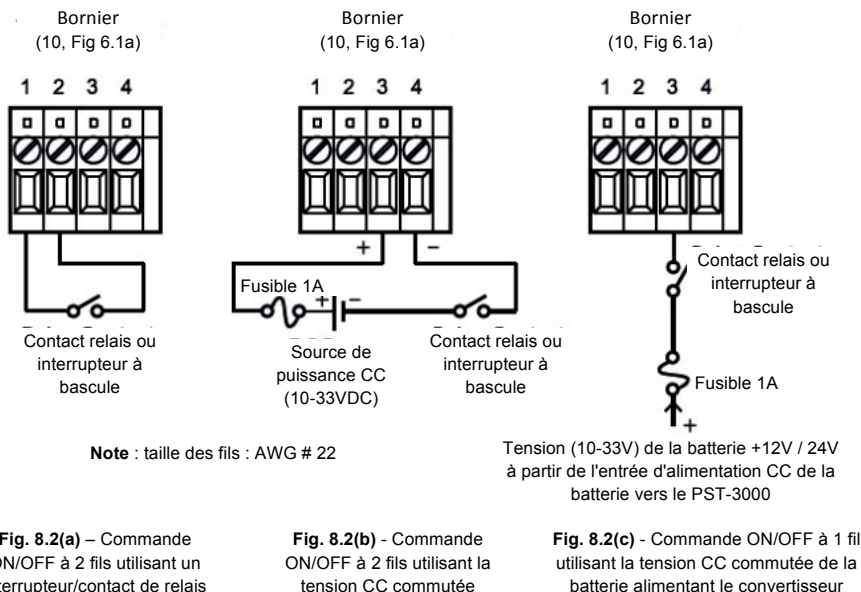

Fig. 8.2 : Commande ON/OFF à distance grâce à la commande externe à 1 ou 2 fils
L'appareil peut être activé / désactivé (ON / OFF) à distance en utilisant un dispositif ON / OFF externe filaire de commande comme indiqué en Fig. 8.2 (a), (b) et (c). Des détails sont donnés ci-dessous :
- Commande externe ON / OFF à 2 fils à distance grâce à un interrupteur / contact de relais, Fig. 8.2(a) :**
- Commande ON / OFF à 2 fils utilisant la tension commutée CC (10-33VDC), Fig. 8.2(b) :**
- **Commande ON / OFF à 1 fil utilisant la tension CC commutée à partir de la batterie alimentant le convertisseur, Fig 8.2(c) :**